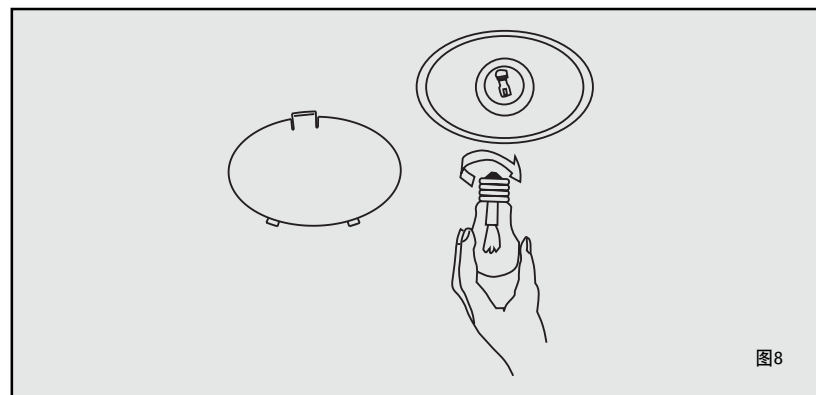

图8
- 3、旋下要更换的灯泡，重新装入新的螺口小灯泡。灯泡功率不得大于25W（如图8所示）。